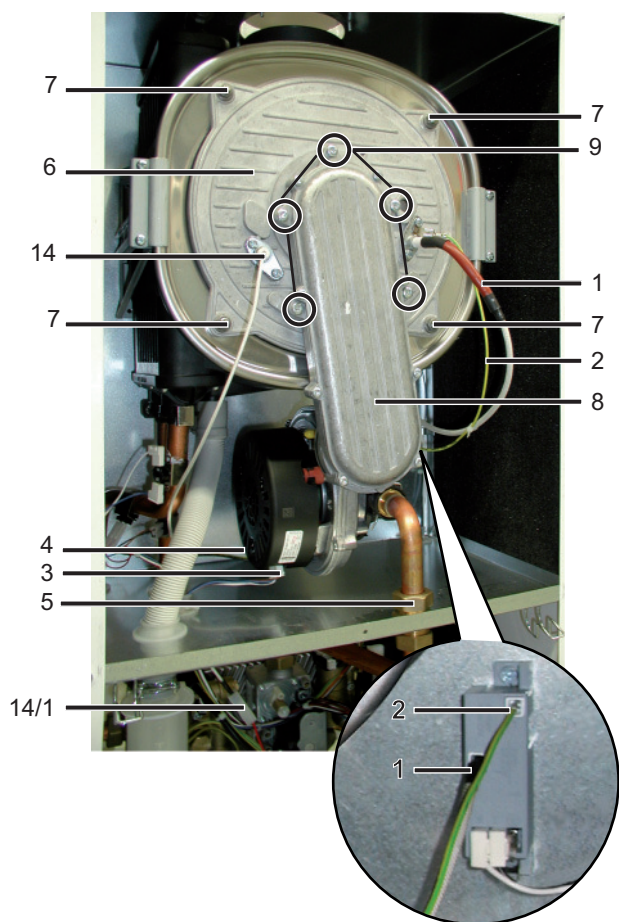
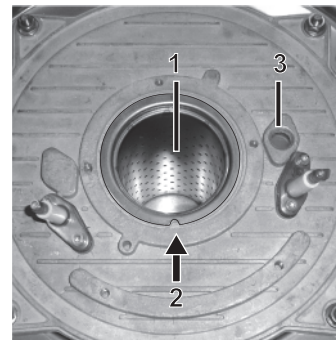

Figura 7-6 Smontaggio del bruciatore
Figura 7-7 Vetrospia + posizione di montaggio tubo di fiamma
- Scollegare il tubo di collegamento degli elettrodi di ionizzazione (figura 7-6, pos. 14) dalla spina (figura 7-6, pos. 14/1) e tirare nella camera superiore della caldaia.
- Staccare il cavo di accensione (figura 7-6, pos. 1) sul trasformatore di accensione.
- Staccare la messa a terra (figura 7-6, pos. 2) sul trasformatore di accensione.
- Staccare la spina del controllo ventilatore (figura 7-6, pos. 3) e la spina di rete della ventola (figura 7-6, pos. 4).
- Svitare l'alimentazione superiore del gas al bruciatore (figura 7-6, pos. 5).
- Allentare i 4 dadi (figura 7-6, pos. 7).
- Togliere la flangia del bruciatore (figura 7-6, pos. 6) e il bruciatore sollevandoli dalla camera di combustione.
Se l'inserito del tubo fiamma (figura 7-7, pos. 1) è danneggiato, sostituirlo. A tal scopo occorre smontare il canale della flangia del bruciatore (figura 7-6, pos. 8) (5 viti, figura 7-6, pos. 9).